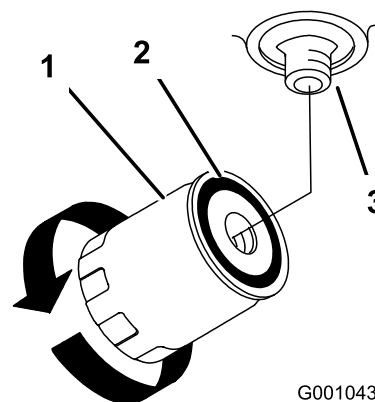

Figura 50
5. Retire el filtro usado y limpie con un paño la superficie de la junta del adaptador del filtro (Figura 50).
9. Cuando el filtro hidráulico esté lleno, gire el filtro en el sentido de las agujas del reloj hasta que la junta de goma entre en contacto con el adaptador del filtro, luego apriete el filtro 1/2 vuelta más (Figura 50).